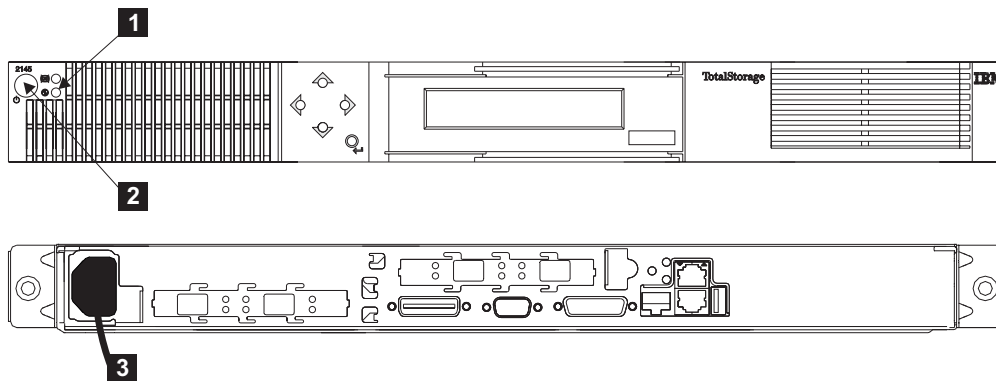

图 82. 从 SAN Volume Controller 拔下电源线
1. 检查 SAN Volume Controller 电源灯¹。如果此电源灯打开，请转至步骤第 156 页的 2。如果此电源灯为关闭或闪烁状态，则表示电源已从 SAN Volume Controller 除去；转至步骤第 156 页的 4。请参阅第 156 页的图 82。